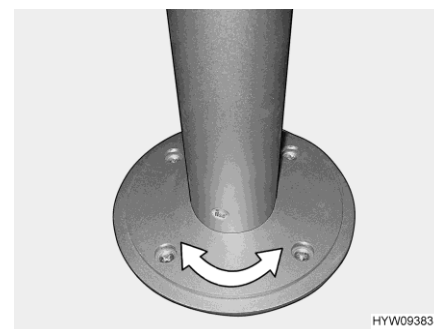

Bild 44 Säulen-Tischfuß (drehbar)
- Tischplatte in gewünschte Stellung drehen. Dazu ist etwas Kraftaufwand nötig, denn die Tischplatte dreht sich gegen den Reibungswiderstand am Säulen-Tischfuß (Bild 44).